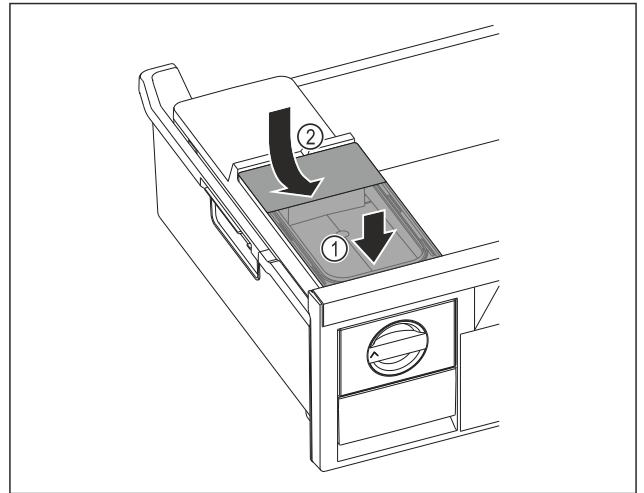

Fig. 145
- Wassertank vorne ansetzen. Fig. 145 (1)
- Wassertank hinten absenken. Fig. 145 (2)